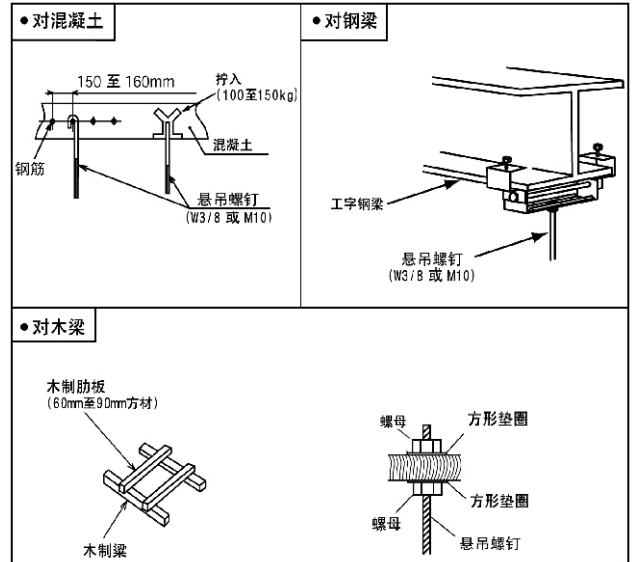

图4.2 悬吊螺栓的固定
(1) 仔细考虑走管、配线和维修，选定合适的安装位置和方向。
(2) 安装悬吊螺栓如下图 4.2 所示。